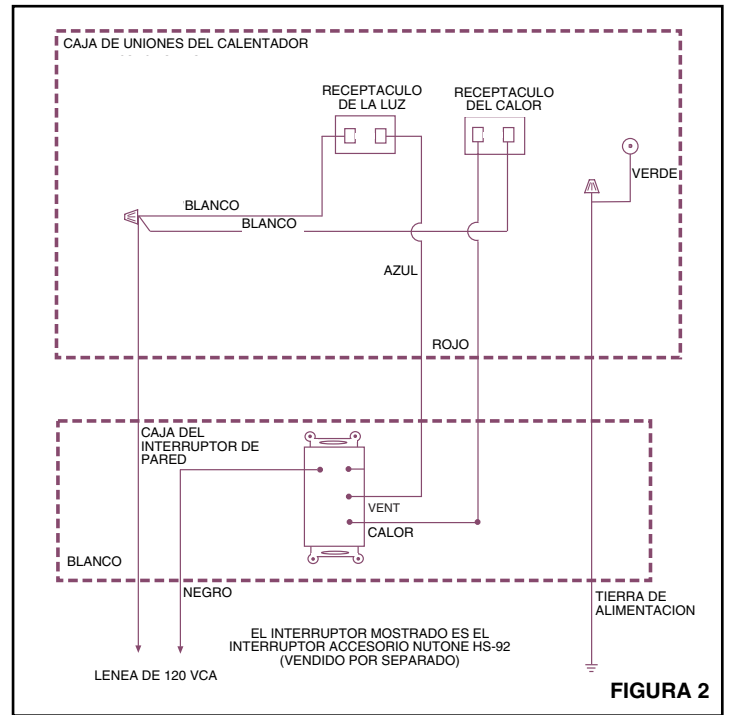

FIGURA 2
3. **Refiérase a la figura 2.** Conecte los cables blancos que están en la caja de uniones al cable blanco de alimentación eléctrica (neutro). Conecte el cable azul que está en el receptáculo de dos cables al cable de alimentación eléctrica del interruptor de la ventilación. Conecte el cable rojo en la caja de uniones del receptáculo de tres patillas al cable de alimentación eléctrica que viene del interruptor de calor. Conecte ambos hilos de tierra verdes que están en la caja de uniones al suministro de tierra.